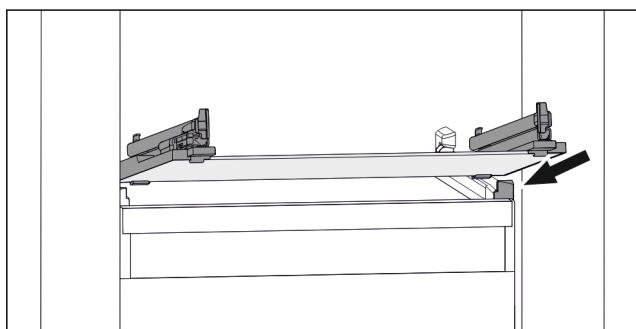

Fig. 60 Exempel på glashylla
- Sätt på glashylla i vinkel bakom stopplackarna. (se Fig. 60)